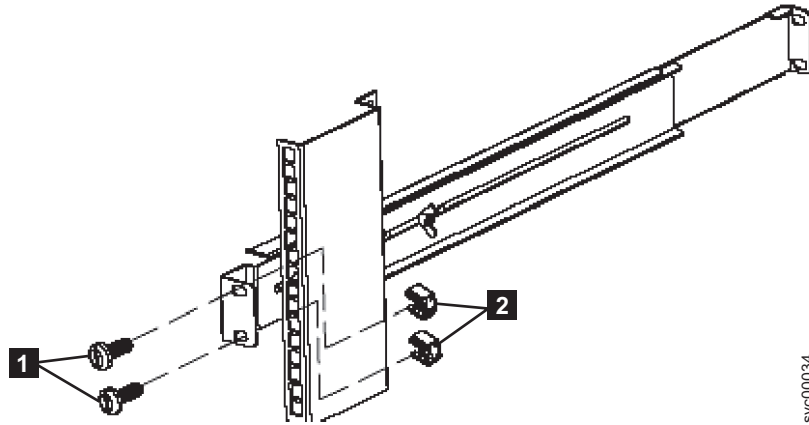

図 133. 2145 UPS-1U への背面レールの固定
6. 2 つの M6 × 10 ねじ **1** (340 ページの図 133) と 2 つのクリップ・ナット **2** を使用して、レールをラック背面に取り付けます。